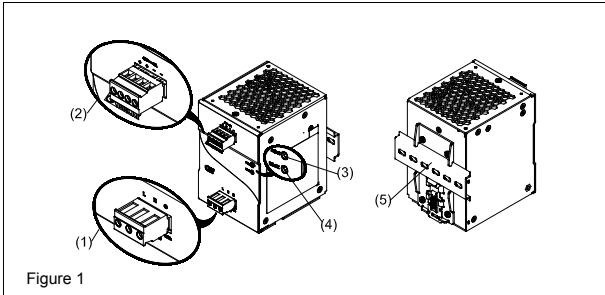
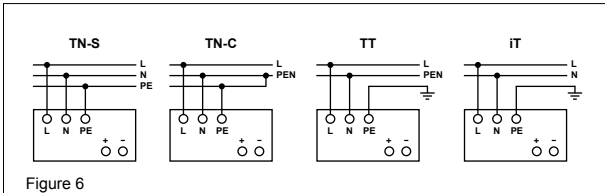

Figure 1
Figure 6
2. Gerätebeschreibung (Abb. 1)
5.1. Anschluss der Eingangsklemmen (Abb. 1 (1), Abb. 6)
5.2. Anschluss der Ausgangsklemmen (Abb. 1 (2))
Verwenden Sie die Schraubklemmen „+“ und „-“, um den 48Vdc-Anschluss herzustellen. Am Ausgang stehen 48Vdc zur Verfügung. Die Ausgangsspannung kann am Potentiometer zwischen 48 und 56Vdc eingestellt werden. Die grüne LED „DC OK“ zeigt die korrekte Funktion des Ausgangs an (Abb. 1 (4)). Das Gerät verfügt über einen Kurzschluss-, Überlast- und Überspannungsschutz, der auf 57Vdc begrenzt ist.